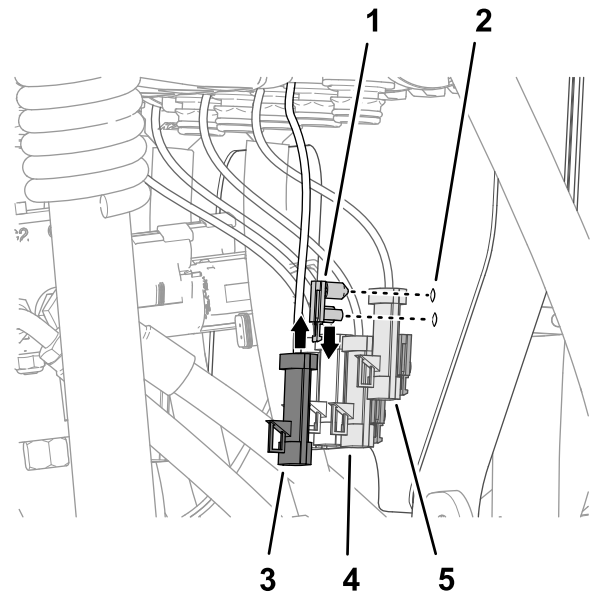

Figura 115
1. Inserte las grapas de anclaje de los conectores en los orificios del soporte de las válvulas (Figura 115).